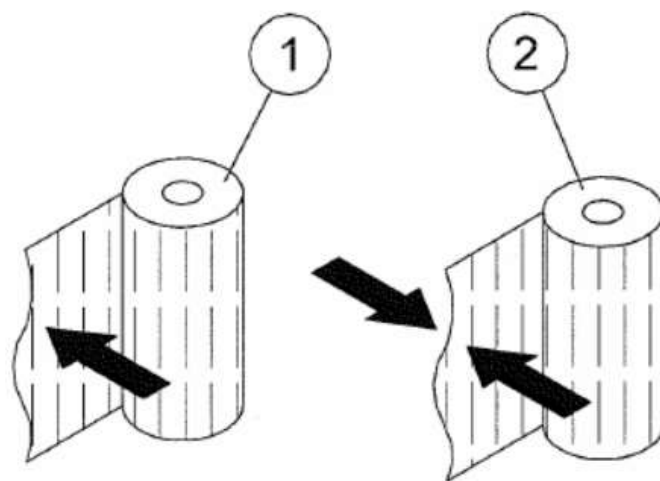

Рис. 2
- А. стретч пленка с одной клеевой стороной (Рис. 2, Поз. 1)
- Б. стретч пленка с двумя клейкими сторонами (Рис. 2, Поз. 2)